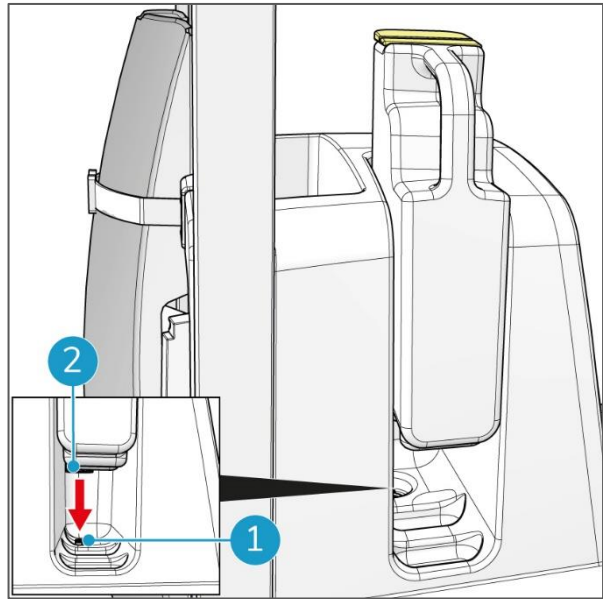

Figura 56
11. Presiona el depósito hacia abajo para asegurarte de que la válvula (Figura 56, pos. 2) quede ajustada en el conector del depósito de detergente (Figura 56, pos. 1).